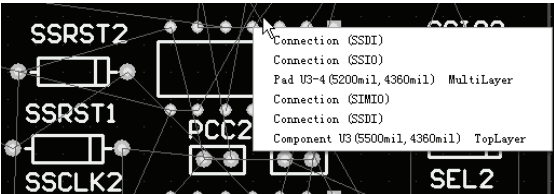

图 6-76 网络布线方式选项菜单
2) 执行该命令后，光标变为十字形状，可以选取需要进行布线的网络。如果单击的地方靠近焊盘时，系统可能会弹出如图 6-76 所示的菜单（该菜单对于不同焊盘可能不同），一般应该选择具有“Pad”或“Connection”选项，而不选择“Component”选项，因为“Component”选项仅仅是局限于当前元器件的布线。